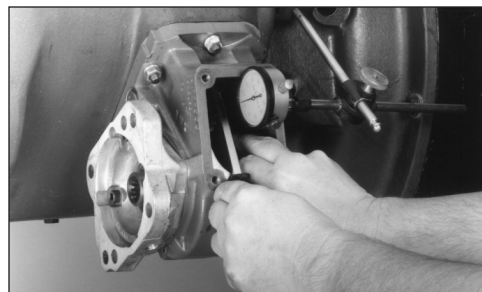

Fig. 10
2. Monte el indicador de disco para que registre el movimiento del engranaje de entrada (engranaje de accionamiento) de la PTO (Fig. 10).